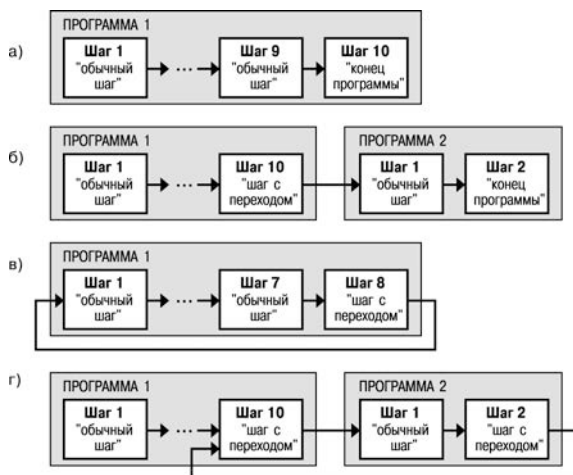

Рисунок 3.3 – Примеры Программ, которые можно реализовать с помощью различных типов Шагов:
- Программу, состоящую более чем из 10 Шагов (рисунок 3.3, б, г);
- Программу, работающую по бесконечному циклу (рисунок 3.3, в, г).
Нециклическая Программа в приборе (рисунок 3.3, а, б) состоит из последовательности «обычных шагов» и «шагов с переходом», которая заканчивается Шагом типа «конец программы».